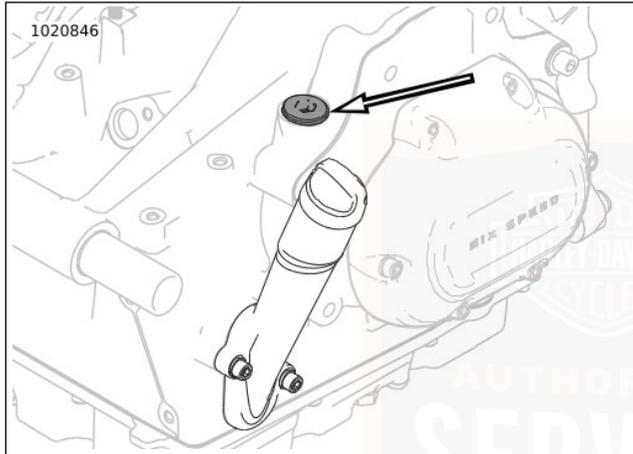

Abbildung 57. Lage des Getriebeeinfüllverschlussstopfens/Ölmesstabs
3. Siehe Abbildung 57. Den Getriebeeinfüllverschlussstopfen/Ölmessstab entfernen. Den Ölmessstab sauber wischen.
1. Siehe Abbildung 57. Den Getriebeeinflussverschlussstopfen/Ölmesstab entfernen.